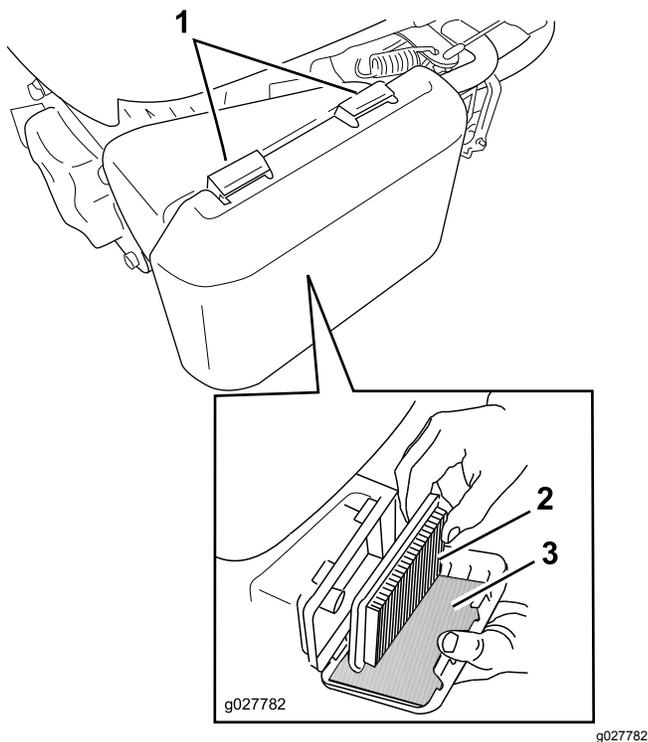

Figura 25
- Presione hacia abajo los cierres de la parte superior de la tapa del filtro de aire (Figura 25).
- Retire el filtro de aire de papel y el pre-filtro de gomaespuma (Figura 25).